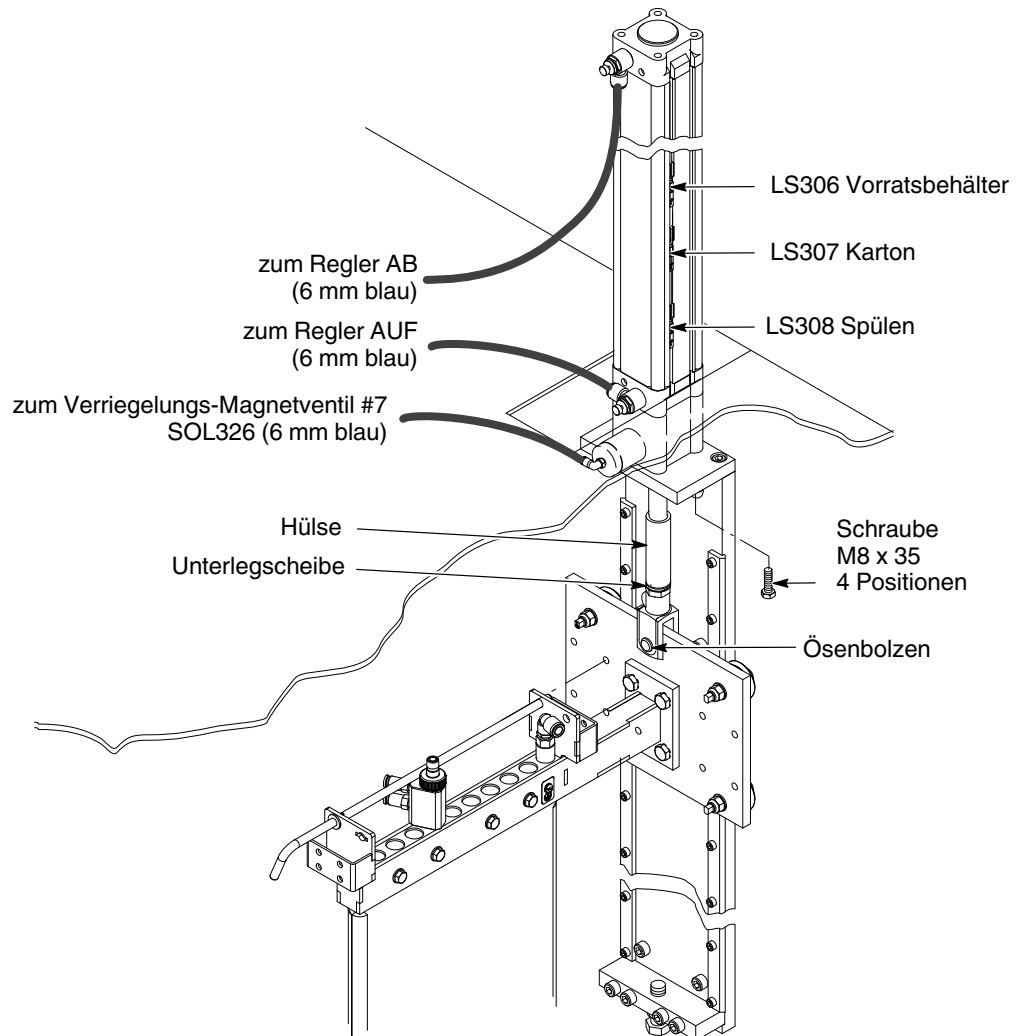

Abb. 8-8 Hubzylinder installieren
1. Siehe Abb. 8-8. Wenn kein Nordson 50-lb (22,7 kg) Vorratsbehälter verwendet wird: Hülse und Unterlegscheibe am neuen Zylinder installieren.